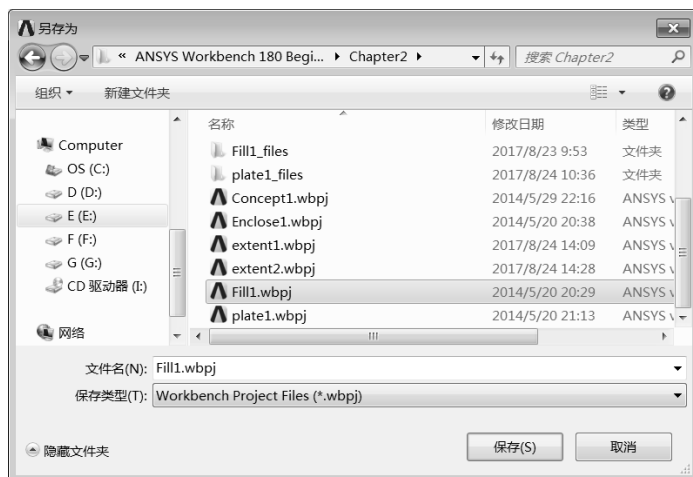

图 2-70 保存文件
Step7：保存文件。切换到 Workbench 主界面中，单击工具栏中的 Save 按钮，在弹出的如图 2-70 所示的“另存为”对话框的“文件名”文本框内输入 Fill1.wbpj，单击“保